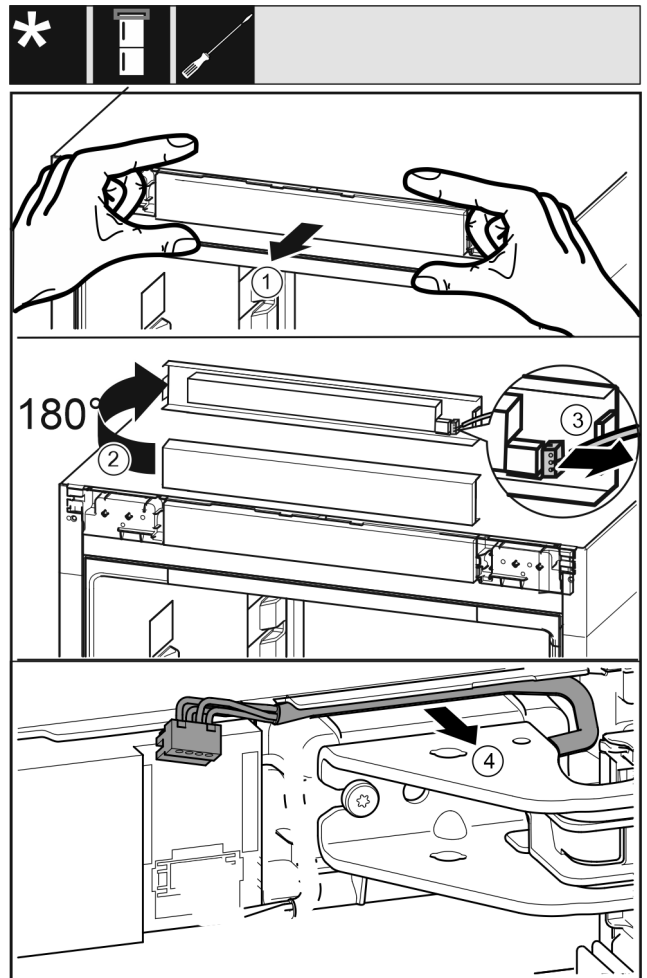

Fig. 19
- ▶ Λύστε την πρόσοψη χειρισμού της συσκευής προσεκτικά προς τα εμπρός. Fig. 19 (1)
- ▶ Περιστρέψτε την πρόσοψη χειρισμού προς τα επάνω κατά 180°. Fig. 19 (2)
- ▶ Πιέστε την προεξοχή ασφάλισης προς τα πίσω και τραβήξτε προσεκτικά έξω το φισ. Fig. 19 (3)
- ▶ Απελευθερώστε το καλώδιο πάνω από το στήριγμα προσεκτικά από τον οδηγό. Fig. 19 (4)